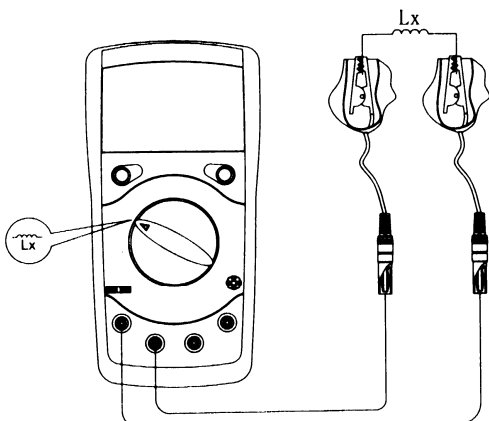

Рис. 6
D. Измерение индуктивности (рис. 6)